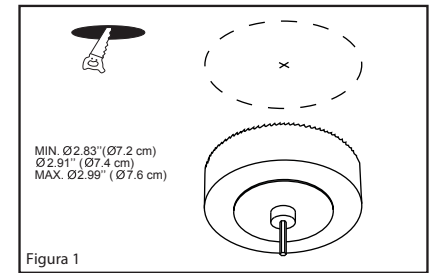

Figura 1
1. Haga un agujero en el techo y prepare los cables de suministro. Instala y desproteja el cable de alimentación de línea 6" (15 cm) y los alambres 5/8" (1,6 cm). (Figura 1)